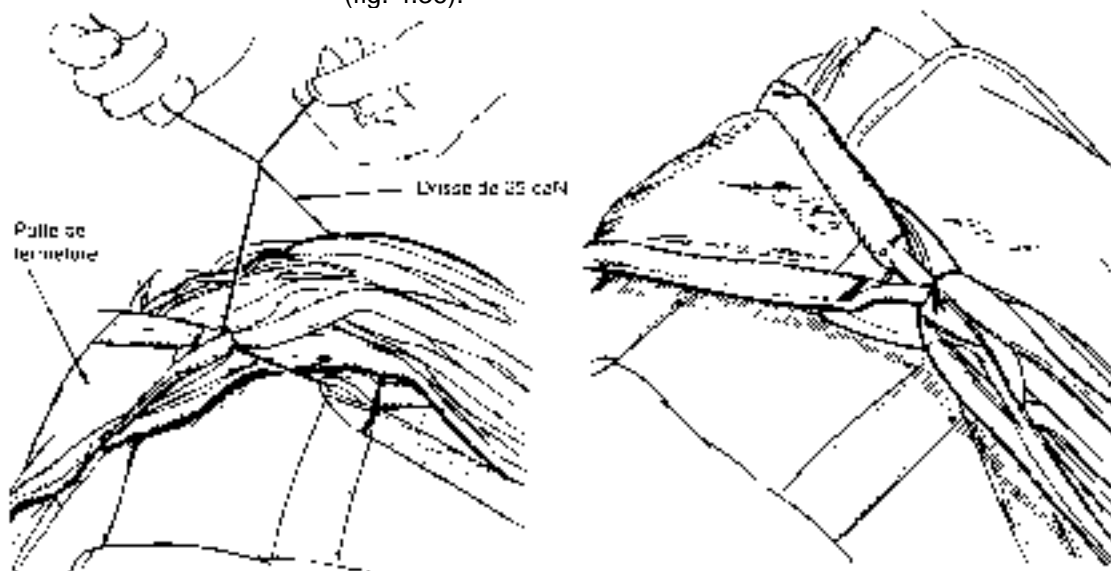

Fig. 4.36 - Fixation de la patte de fermeture
- Rabattre la patte de fermeture contre le faisceau de suspentes et entourer celui-ci avec un tour de drisse de 25 daN (50 cm) passée dans la boucle en V du sac et dans la boucle terminale de la patte de fermeture. Serrer par un nœud de huit avec nœud de plein poing (fig. 4.36).